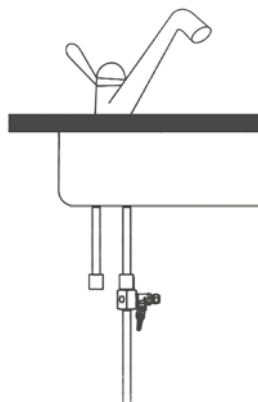

Рис. 9
2.4. Установите узел в сборе в разрыв гибкой подводки смесителя, как показано на **рис. 9**. Используйте гаечный или разводной ключ. Контролируйте прилагаемые усилия, чтобы не повредить уплотнение.